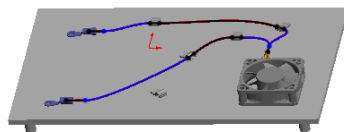

图 11.8.62 线夹脱钩
Step3. 单击对话框中的  按钮。线夹脱钩结果如图 11.8.62 所示。